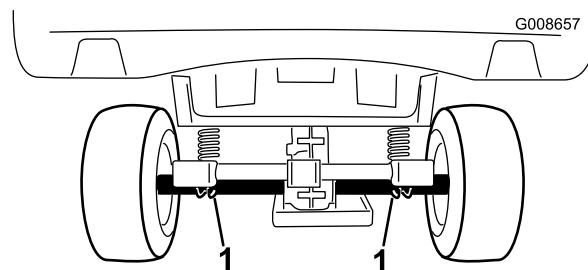

Figure 22
- Le point de levage arrière est situé sous les tubes d'essieu (Figure 22).